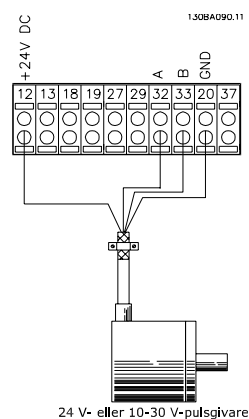

Bild 5.5 Kopplingsschema
1. Verifiera att pulsgivarens anslutningar har gjorts enligt Bild 5.5: